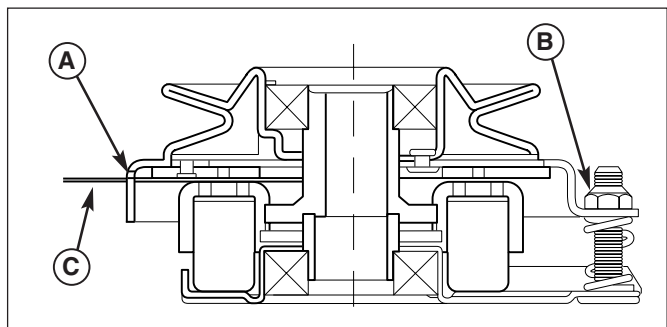

Figure 53. Réglage de l'embrayage de la PDF
3. Insérer une jauge d'épaisseur de 2,5 - 4,0 mm (C) dans chaque orifice en plaçant la jauge entre la face du rotor et la face de l'induit (figure 53).